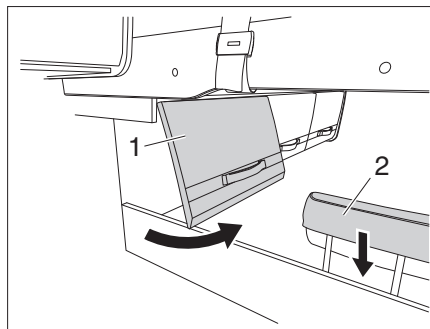

Bild 164 Staufach-Klappe und Kopfstütze
- Staufach-Klappe (Bild 164,1) öffnen.
- Kopfstütze (Bild 164,2) absenken.